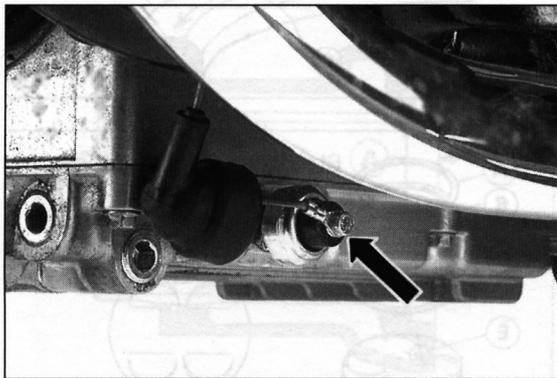

Bild 209
- Das Kabel vom Öldruckschalter abnehmen (Bild 209).